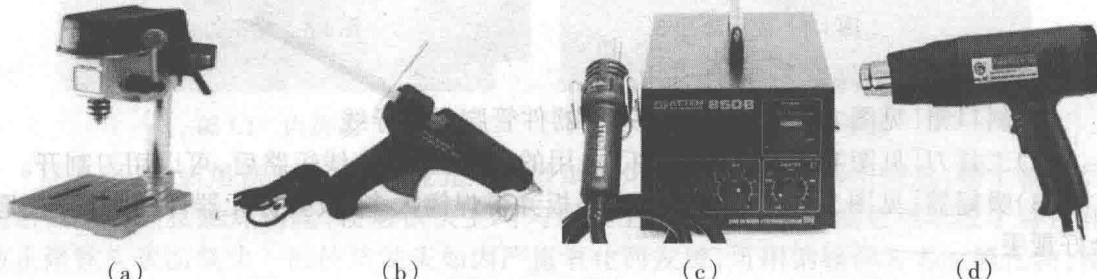

图 1.8 其他工具(3)
(8) 小型电钻[见图 1.8(a)]:自己手工做电路板必不可少的工具。
(9) 热熔枪[见图 1.8(b)]:插在 220V 电源上,1 分钟左右装在热熔枪里的胶棒会融合,扣动扳机,流出融化的塑料胶可对物体进行粘接和密封。
(10) 风焊枪[见图 1.8(c)]:随着技术的进步越来越多的电子产品,功能越来越多,体积却越来越小,电子元件很多都是贴片元件,管脚很多距离很密,需要风焊枪进行焊接或者拆卸,方便省事。
(11) 热风枪[见图 1.8(d)]:做好活接头或接线都可以套上热缩管,然后用热风枪进行塑封,还有其他用途。